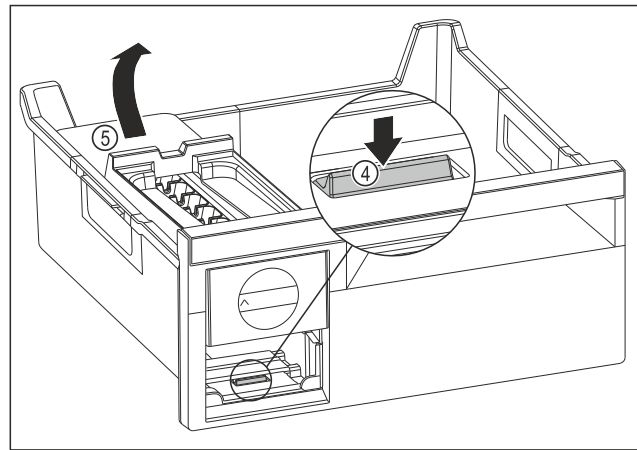

Fig. 74
- ▶ Изваждане на корпуса на EasyTwist-Ice: Натиснете езичето Fig. 74 (4) с пръст надолу и едновременно с това с другата ръка повдигнете корпуса на EasyTwist-Ice Fig. 74 (5) отзад.